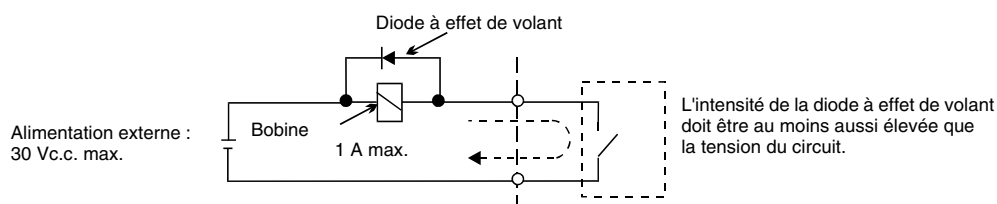

Fig. 6 Raccordement de la diode à effet de volant
- *3. Lors de la manipulation d'une charge réactive, telle une bobine de relais alimentée en c.c., toujours insérer une diode à effet de volant comme illustré à la Fig. 6